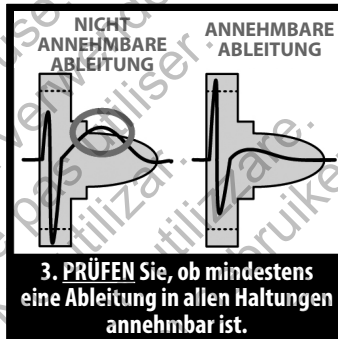

Abbildung 4: *Bewerten des QRS-Komplexes*
3. **Bewerten** Sie den QRS-Komplex. Wenn der gesamte QRS-Komplex und die nachlaufende T-Welle im Farbprofil enthalten sind, wird das QRS als akzeptabel betrachtet. Wenn ein beliebiger Teil des QRS-Komplexes oder der nachlaufenden T-Welle aus dem Farbprofil herausragt, wird das QRS als inakzeptabel betrachtet (*Abbildung 4*).